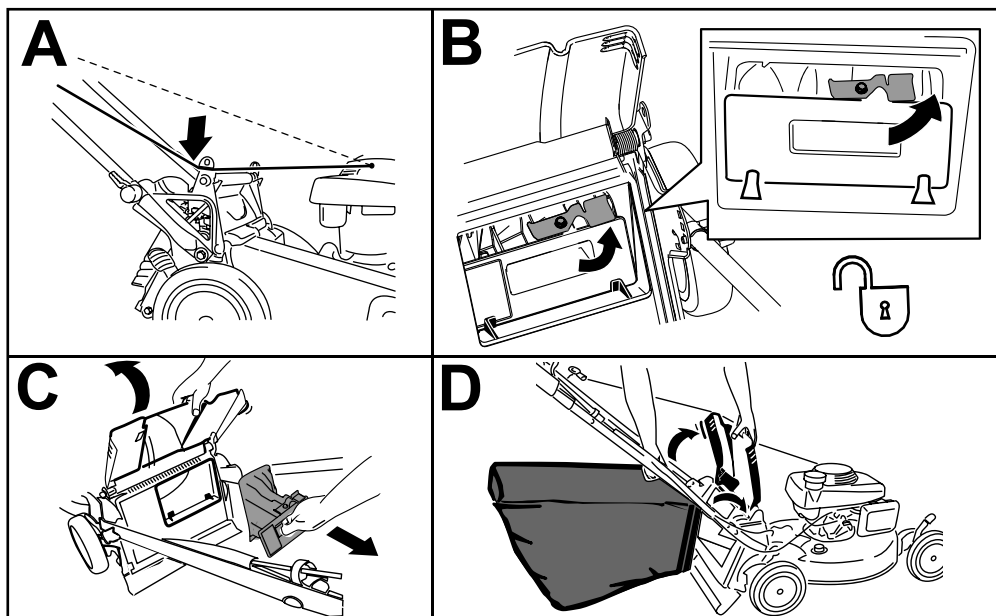

Bild 22
1. Verlegen Sie das Starterkabel um die untere Kabelführung (A in Bild 22).
2. Heben Sie das hintere Ablenkblech an und ziehen Sie die Heckauswurfklappe heraus (B in Bild 22).
3. Ziehen Sie die Heckauswurfklappe heraus (C in Bild 22).
4. Hängen Sie die obere, vordere Kante des Fangkorbs an den Kerben der Fangkorbstifte an den Holmhalterungen ein (D in Bild 22).